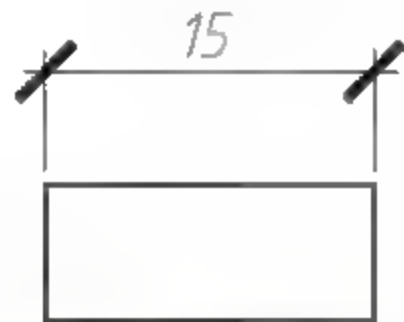
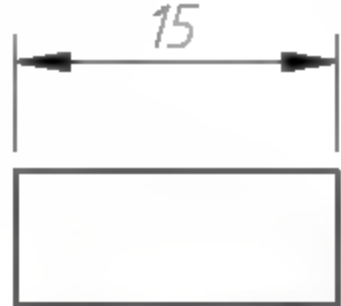

图5-16 建筑标注
图5-17 电气标注
- 第一个、第二个：用于选择尺寸线两端的箭头样式。在建筑绘图中通常设为【建筑标注】或【倾斜】样式，如图5-16所示。电气制图按常规标准，通常设为【箭头】样式，如图5-17所示。